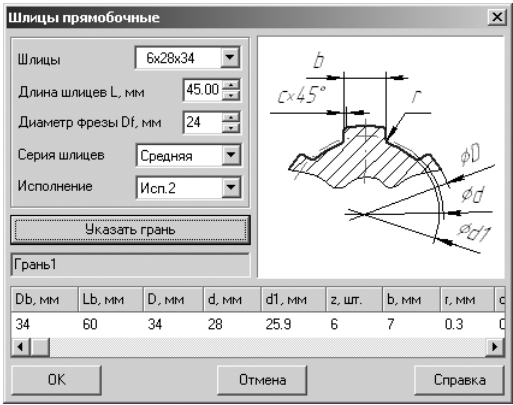

Рис. 3.99. Диалоговое окно **Шлицы прямоугольные**
- щелкните мышью по плоской торцевой грани первой ступени. Диалоговое окно **Шлицы прямоугольные** восстановится. При этом активизируется кнопка **ОК**, см. рис. 3.99;